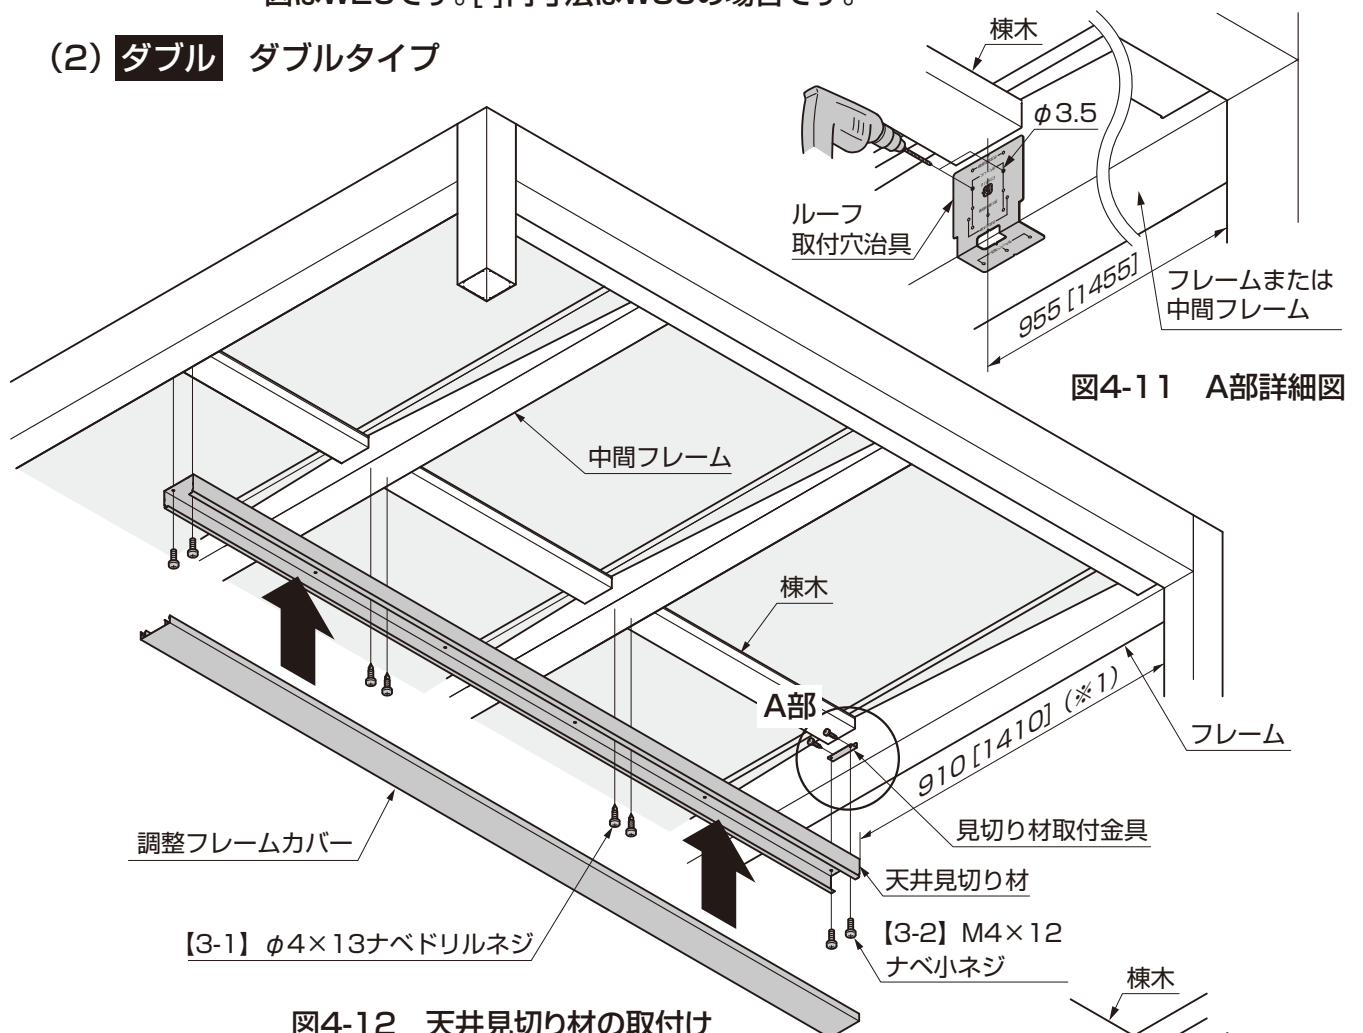
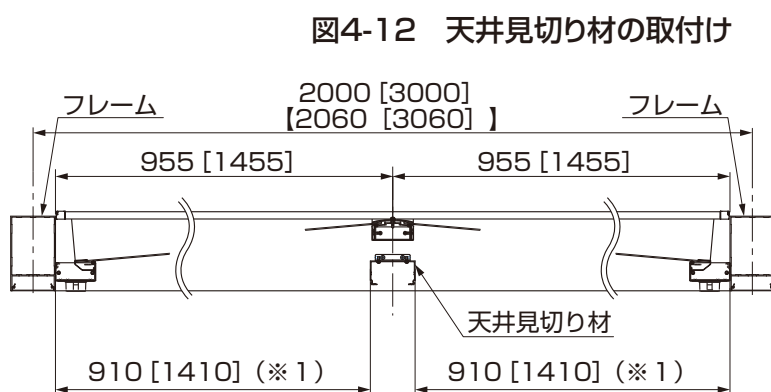

図4-11 A部詳細図
図4-12 天井見切り材の取付け
- ①フレームまたは中間フレームにルーフ取付穴治具を使って図4-11の位置にケガキ、φ3.5の穴をあけてください。(図4-11、図4-12参照)
- ③天井見切り材を見切り材取付金具に【3-2】で取付けてください。(図4-12参照)
④天井見切り材を中間フレームに【3-1】で取付けてください。(図4-12参照)
⑤調整フレームカバーを天井見切り材にはめ込んでください。(図4-12参照)